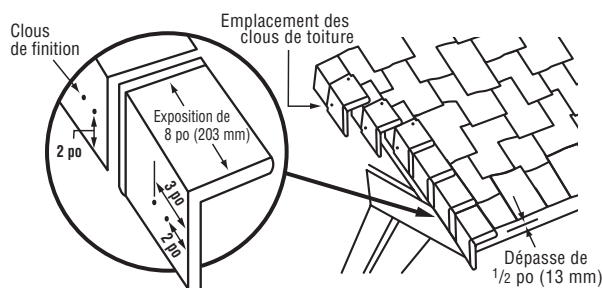

Figure 11-18 : Pose sur les versants.
**Versant** – Vérifier que les bardeaux sur le versant affleurent avec le bord extérieur de la planche du versant. Employer des bardeaux Mountain Ridge en les ajustant parfaitement contre la planche du versant. À l'aide de deux clous de finition ou de panneaux en aluminium de couleur coordonnée, fixer la pièce à la rive de toit à 2 po (50 mm) du bord inférieur et à 2 po (50 mm) et 3 po (75 mm) du bord avant du bardeau. (Voir figure 11-18)